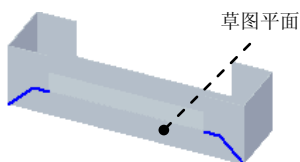

图 8.13.76 草图 1 (建模环境)
Step7. 创建图 8.13.76 所示的草图 1, 选取图 8.13.76 所示的模型表面作为草图平面, 绘